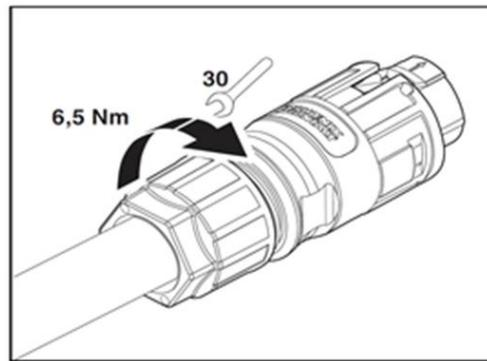

Abb. 19: Kabelverschraubung festziehen
- Ziehen sie die Kabelverschraubung mit einem Maulschlüssel [ $\times W_{30} / \text{mm}$ ] 6,5 Nm] fest (: Zusammenstecken Abb. 19).